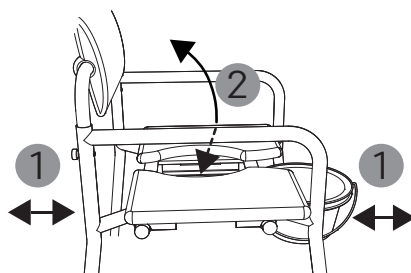

fig. 21
1. Spingere il secchio per toilette senza coperchio sotto la sedia, tramite la guida, partendo da dietro/da davanti in modo da posizionarlo tra i due tubi a innesto (1, fig. 21).
2. Rimuovere il coperchio dell'apertura igienica (2, fig. 21).
1. Per svuotare il secchio, estrarlo lentamente partendo da dietro/da davanti (1, fig. 21).
1. Per la doccia, la sedia si utilizza senza secchio. All'occorrenza rimuovere pertanto il secchio estraendolo partendo dal fondo/davanti (1, fig. 21).
2. In base alle esigenze, il coperchio dell'apertura igienica si può inserire nella seduta oppure rimuovere. (2, fig. 21).